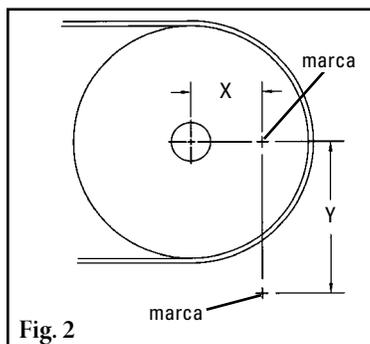

Fig. 2
2. **Trace las medidas en la pared del chute.** Tome la medida X horizontalmente desde el centro del eje de la polea y marque. (NOTA: Tal vez sea más fácil si coloca un nivel en la parte superior del eje de la polea, traza una línea horizontal y luego mide la mitad del diámetro del eje y traza una línea desde la parte delantera del eje. Ahora reste la mitad del diámetro del eje de la coordenada X, mida en la línea y haga una marca). Después mida verticalmente la medida Y y marque. Esta es la posición correcta del eje central del limpiador (Fig. 2). Trace y marque las mismas medidas en el otro lado.